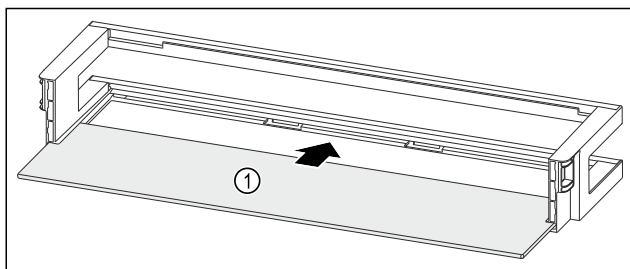

Fig. 148 Vratna polica z odlagalno polico
- Odlagalno polico Fig. 148 (1) vstavite v stranske vdolbine.